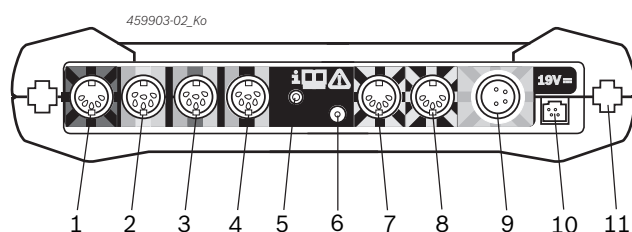

Fig. 2: Bară de conexiune FSA 500 (de jos)
Pentru racordare, a se vedea Fig. 2, Poz. 6.
5. Conectați senzorii în fantele de conectare prevăzute la nivelul unității de măsurare (a se vedea Fig. 2).